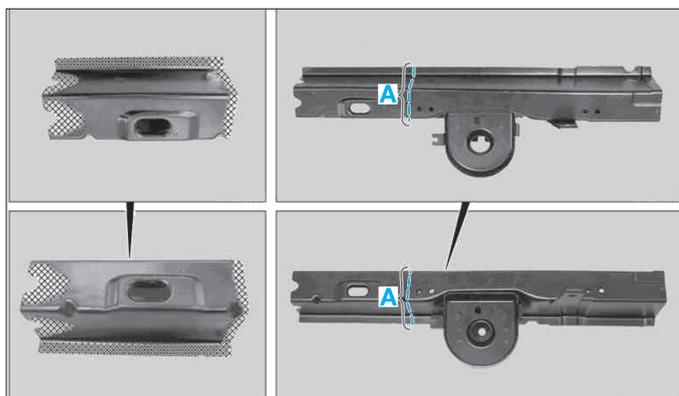

FIG. 135
- Tracer la ligne de coupe, zone (A) (Fig.135).